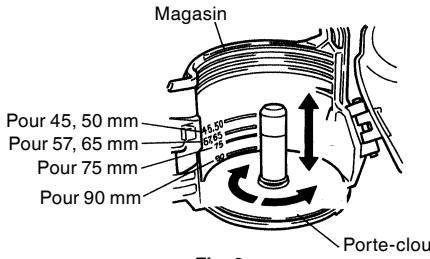

Fig. 3
Tournez le porte-clou ③ vers la droite (environ 90 degrés) jusqu'au déclic. (Fig. 3)